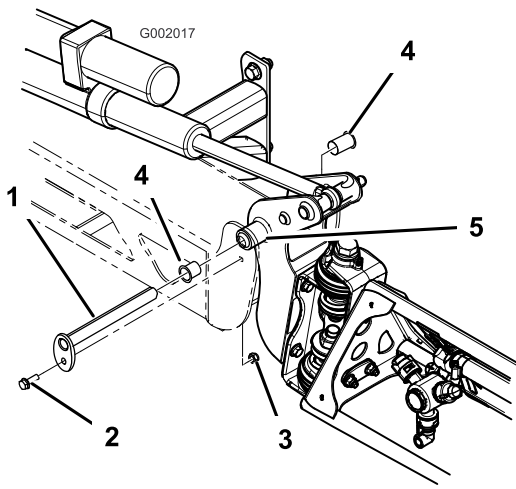

図 62
3. ブームを支えておきながら、ピボット・ピンをブーム・アセンブリに固定しているボルトとナットを取り外す(図 62)。ピボット・ピンを取り外す。
5. ナイロン・ブッシュを取り外し、ピボット・ブラケットの前面および後面側から見て点検する(図 62)。磨耗したり破損したりしている場合は交換する。
7. センター・フレームにブーム&ピボット・ブラケット・アセンブリを取り付け、開口部を整列させる(図 62)。